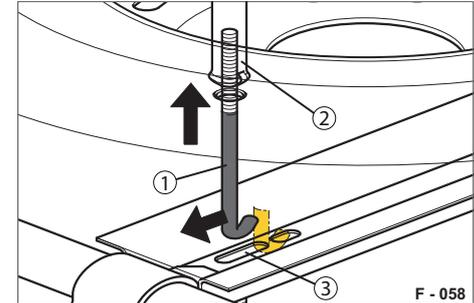

Abb. 80 Hakenschraube herausdrehen
- ▶ Hakenschraube (Abb. 80/1) absenken.
- ▶ Hakenschraube ans hintere Ende des Langlochs führen (Abb. 80/3).
- ▶ Hakenschaube an das vordere Ende des Langloches (Abb. 80/3) führen.